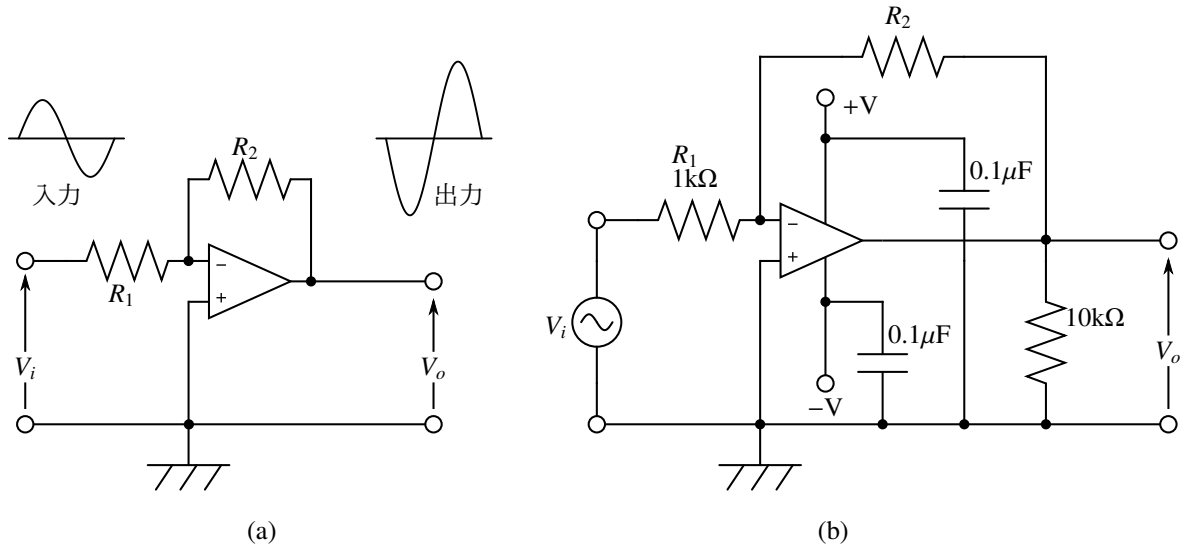

図 12-4 反転増幅の基本回路 (a) および実験回路 (b)
オペアンプの非反転入力端子 (+in) を基準電位 (0 電位) とし、反転入力端子 (-in) に入力電圧を加え、その電圧と逆位相の出力電圧を得る回路を反転増幅回路 (図 12-4 (a)) という。入力電圧としては、直流電圧と交流電圧どちらも印加できるが、ここでは交流電圧の増幅について実験する。
2. オペアンプのピン接続図 (図 12-1) および実験回路図 (図 12-4 (b)) をもとに、ブレッドボード上に  $\pm 15$  [V] (または  $\pm 5$  [V]) 電源動作での反転交流増幅回路を組み立てる。図中のコンデンサ  $0.1\mu\text{F}$  は、オペアンプが異常発振するのを防ぐ目的で入っている。直流電源の極性に注意して接続を行うこと。極性を誤ると、オペアンプは破損する。
5. オシロスコープで入出力電圧を観測する。オシロスコープの CH1 に入力波形を、CH2 に出力波形を入力し、画面上で図 12-4 (a) のように、位相が  $180^\circ$  反転していることを確認し、持参したグラフ用紙に波形を写し取る。歪みのない適当な 1 対の入出力波形があればよい。その際スケールも描き入れること。